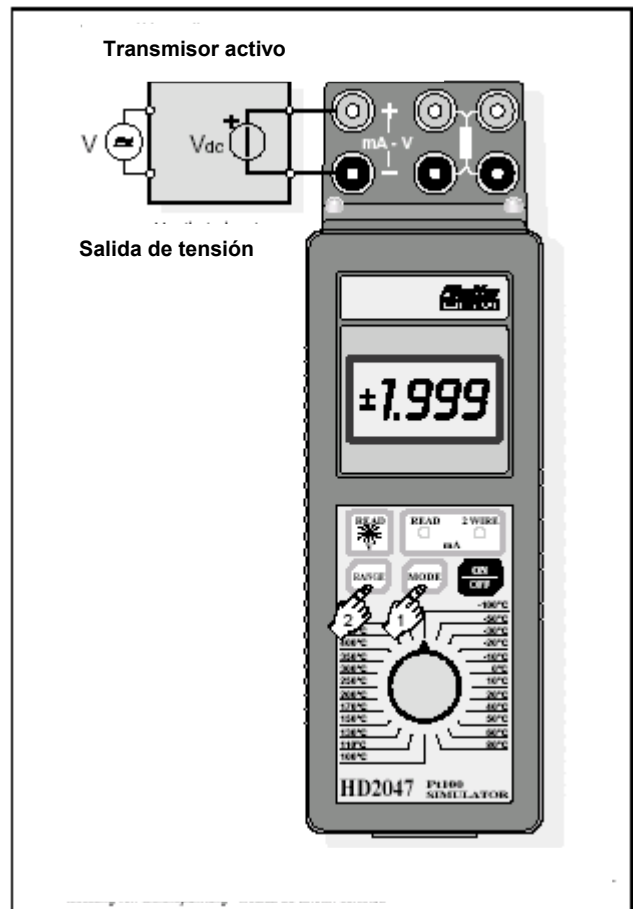

Figura 1 . Medida de tensión continua.
Procedimiento (ver figura 1)
- Conectar los cables a los bornes como se indica en la figura 1